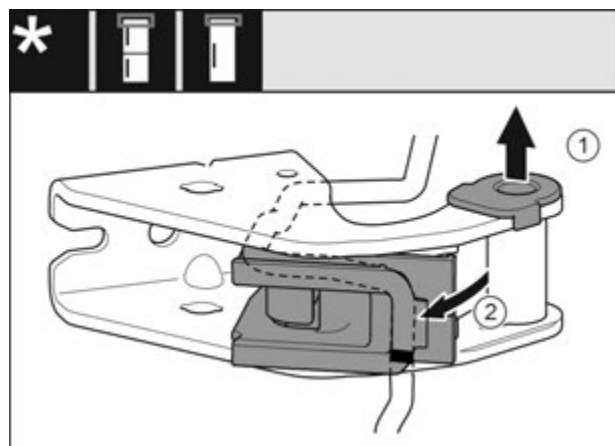

Fig. 26
- ▶ Витягніть із прямої опорної втулки. Fig. 26 (1)
- ▶ Поверніть вбік тримач кабелю. Fig. 26 (2)